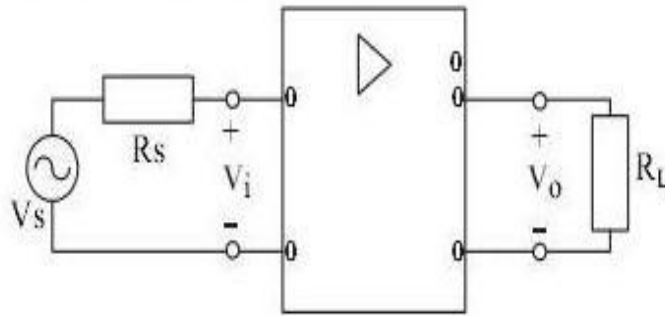

Figura 2.17. Amplificador de audio.
- Los amplificadores forman parte de la mayoría de circuitos específicos de Audio, entrada/salida (**Ver Figura 2.17**).